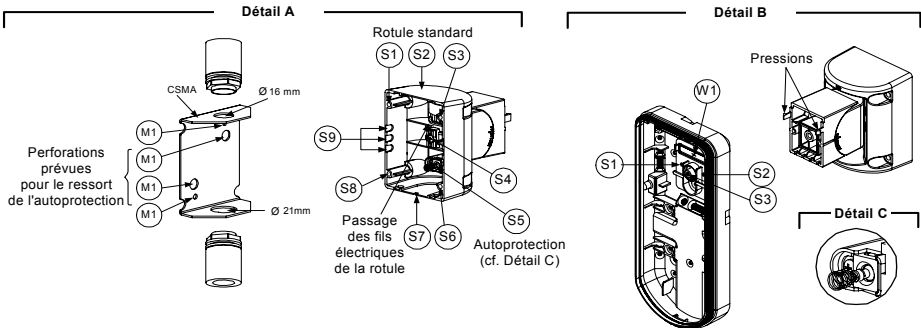

Figure 7
3. Percez les entrées pré-percées du socle externe (Figure 7, Détail B)
4. Retirez de la rotule la pastille requise pour son branchement électrique S2, S7 ou S9 (Figure 7, Détail A).
5. Retirez l'autoprotection arrière du socle interne (cf. § "Changement de position de l'Autoprotection arrière") et reliez-la au point S5 (Figure 7, Détail A) de la rotule standard.
- a. Introduisez les fils électriques externes à travers les pastilles pré-percées S2, S7 ou S9 et faites-les ressortir (y compris les fils de l'autoprotection) par le passage de la rotule prévu à cet effet (Figure 7, Détail B).
(à l'aide de l'adaptateur rotule métallique pour conduit - CSMA) (Figure 7, Détail A)
- d. Insérez les câbles externes et les fils électriques de l'autoprotection en partant du conduit et en passant par le passage de la rotule prévu à cet effet (Figure 7, Détail A).
Le ressort de l'autoprotection S5 (figure 7) doit toucher le mur à travers les entrées prévues à cet effet M2 ou M3 dans le CSMA. Assurez-vous d'entendre un "clic" venant de l'autoprotection lorsque vous l'accrochez au mur.
7. Insérez les fils électriques de l'autoprotection ainsi que les câbles externes en partant de la rotule standard et en passant par la pastille pré-percée W1 du socle externe (Figure 7, Détail B).
9. Fixez le socle externe à la rotule à l'aide de deux vis passant par les pastilles pré-percées S1 et S2 (Figure 7).
10. Introduisez la vis de fixation d'angle fournie en partant du socle externe et en passant par la pastille pré-percée S3 de la vis de fixation d'angle, située sur le socle externe, pour atteindre la rotule standard (Figure 7).